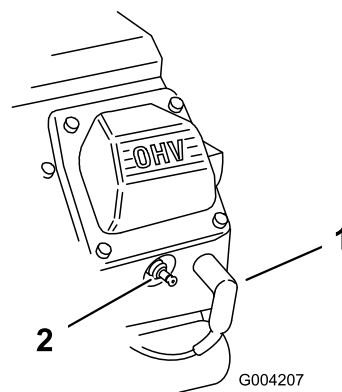

图49
2. 将电线拉离火花塞图49。
3. 将电线压到火花塞上图49。